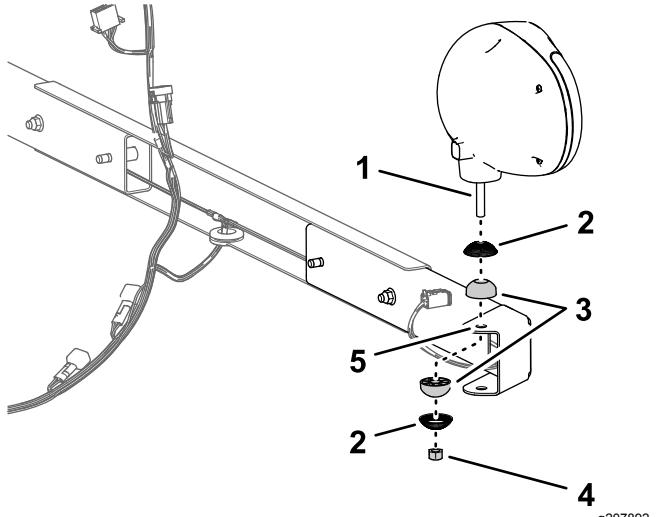

Figura 14
2. Instale uma armação serrada e uma rótula no pino de uma luz de trabalho (Figura 14).
3. Monte a luz de trabalho no furo na flange da montagem da luz de trabalho (Figura 14) com a armação serrada, rótula e porca de bloqueio (10 mm) e aperte a lâmpada à mão.
1. Instale a montagem da luz de trabalho e o canal de suporte na estrutura da placa do piso com duas porcas de bloqueio flangeadas como se mostra na Figura 14.